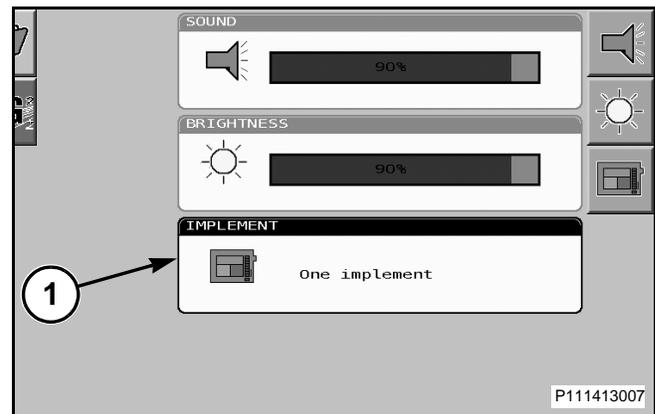

FIG. 78
FIG. 78: Para seleccionar la disposición del implemento, desplácese hasta la casilla de disposición del implemento (1) para resaltarla y a continuación presione el botón de la rueda de selección para seleccionarla.